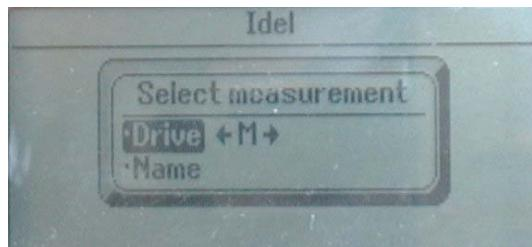

Fig. 24. File menu display
- b. Select the *File* menu. Fig. 24.